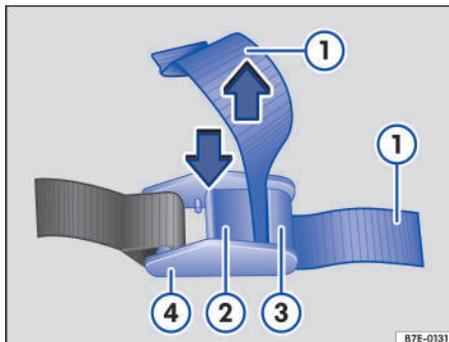

Fig. 123 Apretar la cinta con hebilla.
1. Antes de apretar: Asegúrese de que la palanca → fig. 123 (2) no se encuentre encima de la carga, de bordes o de objetos que sobresalgan.
2. Presione la palanca → fig. 123 (2) de la hebilla (4) y manténgala presionada.
3. Introduzca la cinta → fig. 123 (1) de atrás hacia delante entre la palanca (2) y el puente (3).
4. Apriete la cinta → fig. 123 (1) y suelte la palanca (2).